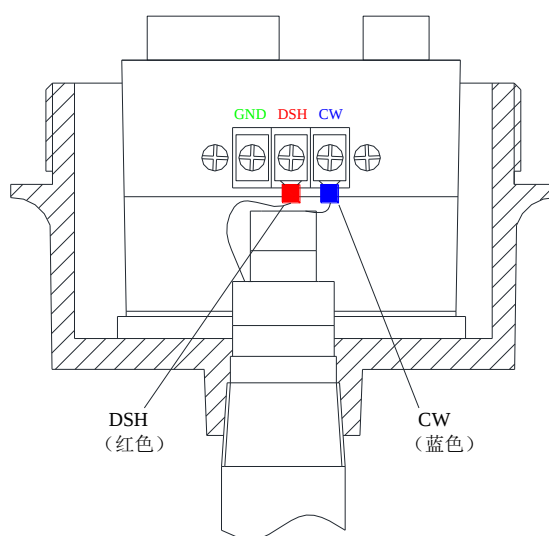

图 6.1 电子单元的检查
- A. 见图 6.1 电子单元的检查，断开传感器与电子单元的接线，将蓝色端及红色端分别从中心端及屏蔽端断开。但电源线不要断开。
A. 断开传感器端屏蔽端(红色)及中心端(蓝色)，见图 6.1 电子单元的检查。